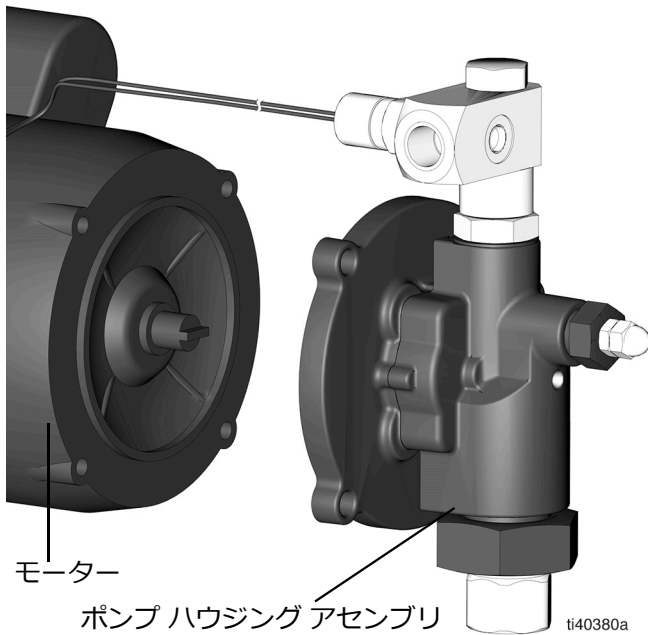

図 25
14. ポンプ ハウジング アセンブリをモーターから取り外します（図 25）。